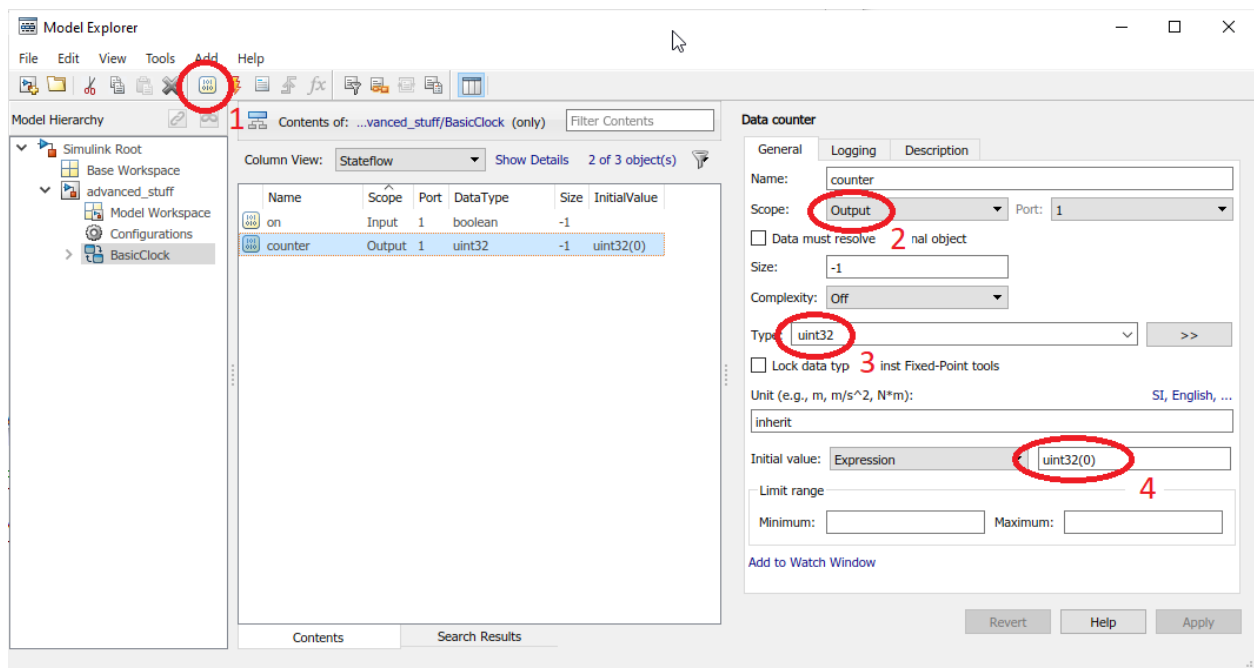

Abbildung 3: Erstellen / bearbeiten von Variablen mit Hilfe des „Model Explorer“
Wie in Abbildung 3 dargestellt kann ein neuer Eingang / Ausgang oder eine neue Variable / Konstante mit einem Klick auf das „Daten“-Symbol (1) erstellt werden. Nach Festlegen des Namens wird unter Scope (2) der Typ festgelegt. Hierbei wird zwischen Input (Eingang), Output (Ausgang), Local (Variable) und Constant (Konstante) unterschieden. Unter Typ (3) sollte nun der genutzte Datentyp fest eingestellt werden um spätere Fehler durch Typverwechslungen und dadurch folgende „kryptische“ Fehlermeldungen zu vermeiden. Unter dem Feld Initial Value (Startwert) sollte ein Wert eingetragen werden, welcher zur Start der Simulation der Variablen oder dem Ausgang zugewiesen wird. Der Datenwert muss unter Umständen vor der Zuweisung konvertiert werden. Weitere Informationen dazu findest Du im Anhang.